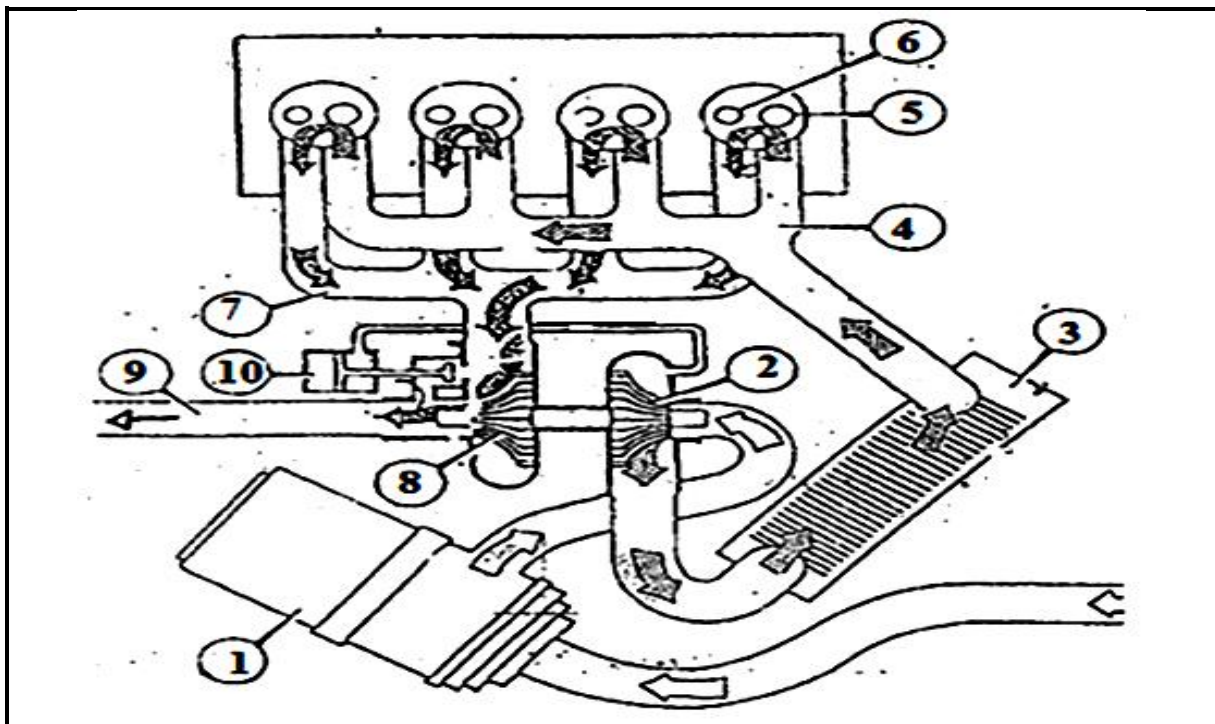

Figure 2 : Système de suralimentation
I.2.1 Après essai du véhicule de votre cliente Mme **TSONGO** Rosalie, vous constatez que la pression d'air d'admission dans les cylindres est faible et Les performances du moteur en baisse. Vous incriminez donc le turbocompresseur. La **figure 2** ci-dessous représente le moteur turbocompressé du véhicule de votre client. Enoncer la nécessité du turbocompresseur **(1pt)**
I.2.2 Indiquer deux (02) solutions employées par les constructeurs pour améliorer le taux de remplissage des moteurs non suralimentés. **(0.5pt x 2 = 1pt)**
I.2.3 Après avoir déposé les organes du système de suralimentation du véhicule de votre cliente, vous constatez que certains éléments repérés de la **figure 2** ci-dessus sont défectueux. Pour chacun des éléments repérés dans le **tableau 2** ci-dessous, rechercher un nom. **(0.25ptx10=2.5pts)**